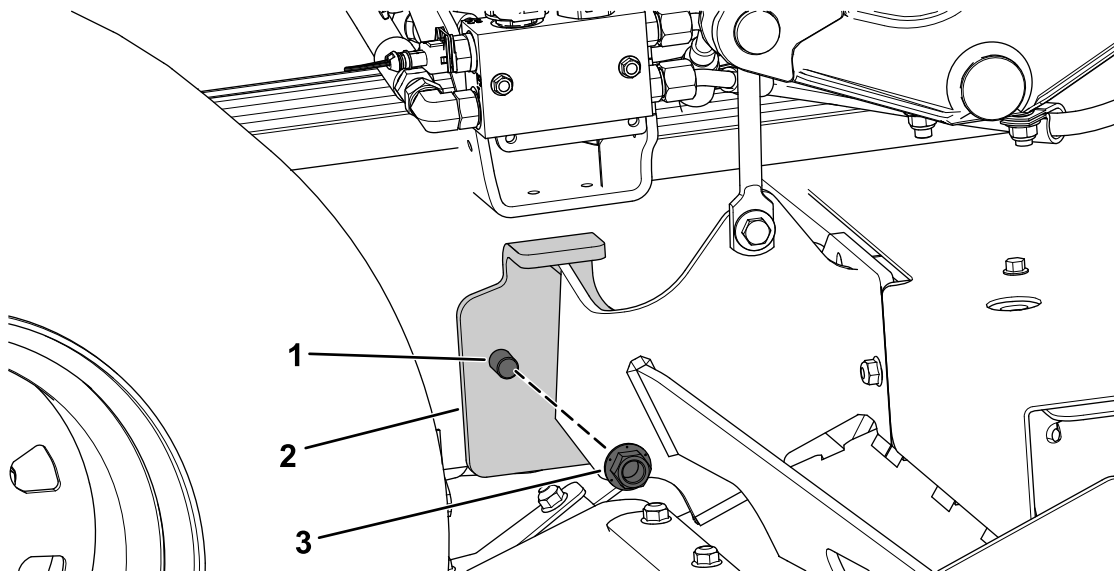

**Bild 16**
5. Entfernen Sie die vordere, rechte Bundmutter ( $\frac{3}{8}$ " ) von der Getriebehalterung und die Sechskantschraube ( $\frac{1}{2}$ " x  $2 \frac{1}{2}$ " ), Unterlegscheibe und Sicherungsmutter ( $\frac{1}{2}$ " ) von jeder Mähwerkstrebe (Bild 16 und Bild 17).